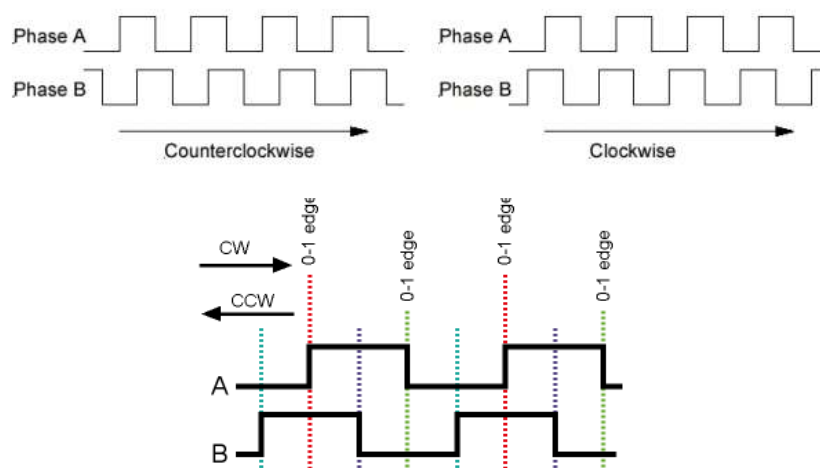

IMAGEN 5: PRINCIPIO DE FUNCIONAMIENTO DEL ENCODER INCREMENTO
El codificador incremental es un sensor de dispositivo que detecta cambios de sistema o rotaciones. De esta manera podemos diferenciar codificadores incrementales lineales y rotatorios. Muy a menudo codificadores de ángulos, velocímetros o botones de control en dispositivos electrónicos. Los codificadores giratorios a menudo se montan directamente en el eje del motor o en el elemento de contacto. La medición de los cambios y la rotación con codificadores incrementales es una práctica industrial general. La mayoría de los sistemas incorporados ya contienen módulos para la concesión del codificador con el sistema de microcontroladores. El principio de medición se basa en el principio de recuento incremental causado por el cambio de valor medido. Los sistemas más preciosos tienen de dos a cuatro canales y el índice del cociente B, A, B, índice, los más simples solo uno (A). El funcionamiento del codificador incremental se presenta en la imagen 5: